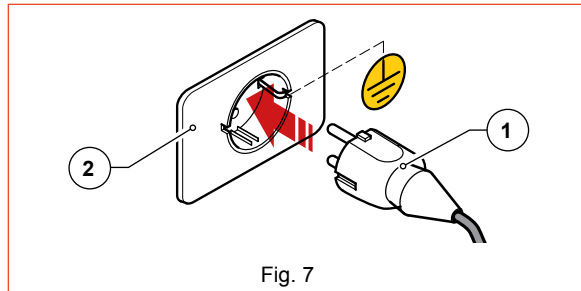

Fig. 7
- Enchufe el enchufe del cable de alimentación (Fig. 7 Part. 1) a la toma de pared preparada en el lugar de uso (Fig. 7 Part. 2);